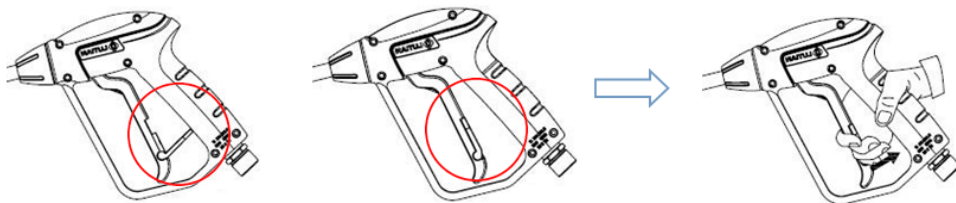

Рисунок 4
4.3.2 Звільніть водяний пістолет від запобіжника, натисніть на курок, Рисунок 4: